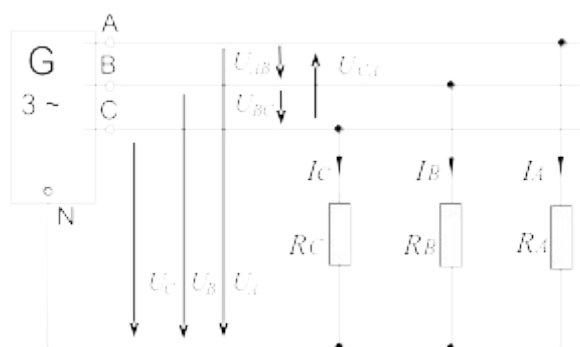

Рисунок 6 – Исследование работы цепи при симметричной нагрузке
1.1. Соберите цепь с симметричной нагрузкой ($R_A = R_B = R_C = 1$ кОм) согласно схеме (рис. 6).